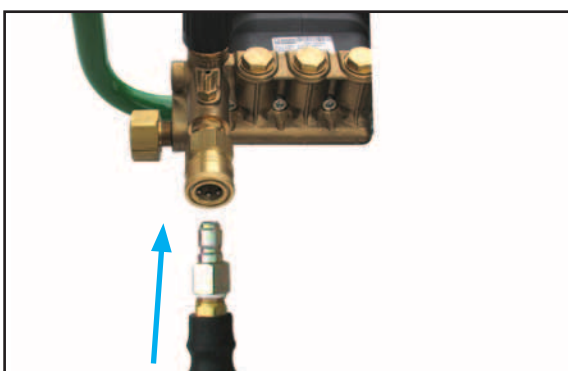

FIGURE 6
3. Déroulez le boyaux à haute pression et raccordez-le à la sortie haute pression. (See Figure 6)